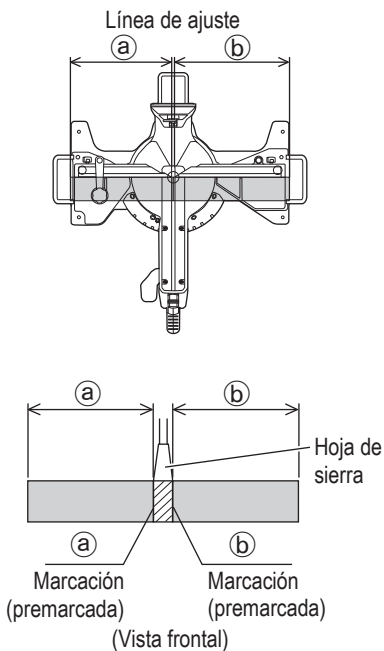

Fig. 25
- (1) Como se muestra en la Fig. 25, la anchura de la hoja de sierra es la de corte. Por lo tanto, deslice la pieza de trabajo hacia la derecha (vista desde la posición del operador) cuando desee la longitud (b), o hacia la izquierda cuando desee la longitud (a). Use la luz de trabajo LED, proyecte la sombra de la hoja sobre la pieza de trabajo y alinee el lado izquierdo o derecho de la hoja con la línea de tinta de la pieza de trabajo.